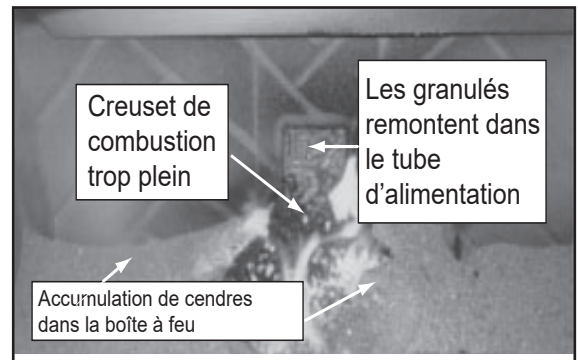

Figure 22.1
- Il y a 2 vis à chaque côté du boîtier. Desserrez les 4 vis, mais ne les retirez pas. Soulevez le boîtier de ventilateur doucement et tirez le vers vous. **Figure 22.1 à la page 22.**